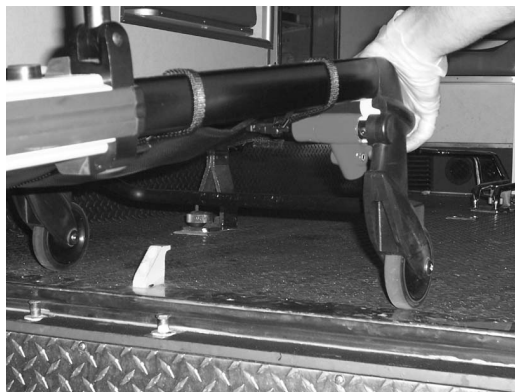

Figure 26 : Désengagement de la barre de sécurité
4. **Opérateur 2** – Tirer la manette de libération de la barre de sécurité vers l'avant pour désengager la barre de sécurité du dispositif d'ancrage situé dans le compartiment patient, (Figure 26).